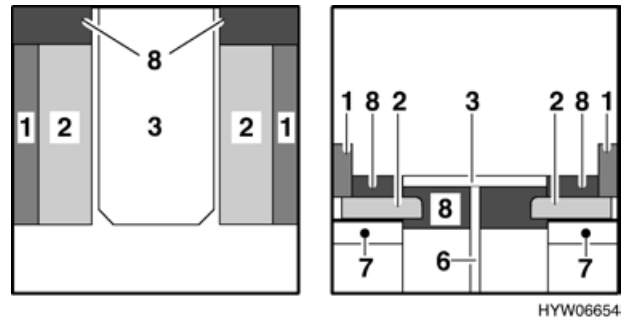

Fig. 44 Prima della trasformazione
- Estrarre la prolunga della panca (Fig. 44,7).
- Sollevare leggermente il piano del tavolo in avanti (Fig. 44,3).
- Estrarre il piede del tavolo (Fig. 44,6) dalla sede girandolo in senso antiorario e riporlo da parte.